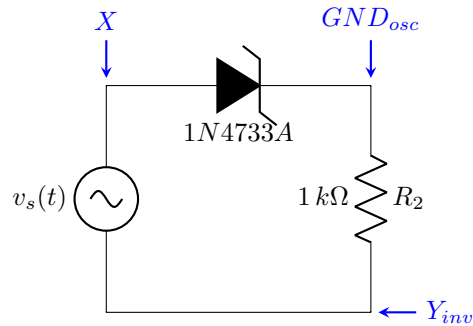

Figura 1: Circuito para obtener curva I-V del diodo zener
2. Obtenga y registre la curva característica I-V del diodo zener 1N4733A utilizando el circuito de la Figura 1.